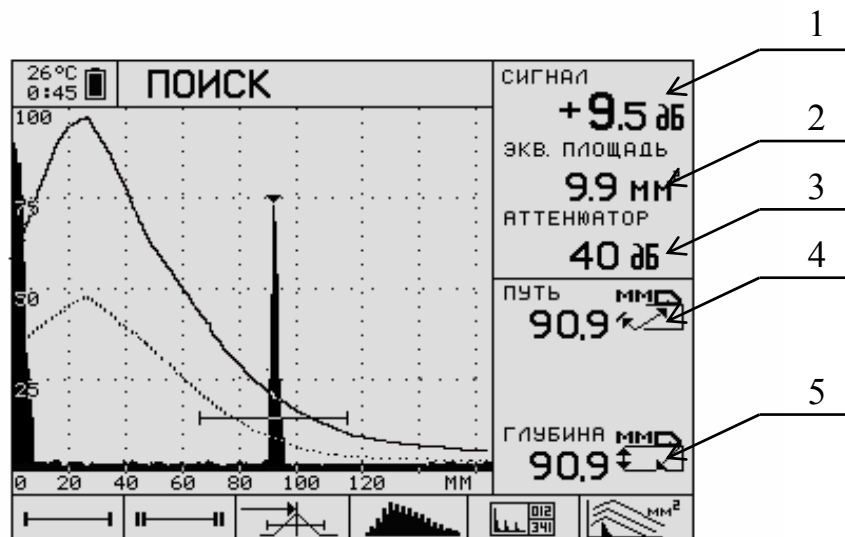

Рисунок 3.12 – Измерения в режиме АРД
3.6.10 При пересечении импульсом пунктирной линии в пределах строба будут индцироваться следующие параметры импульса (Рисунок 3.12 сверху вниз):